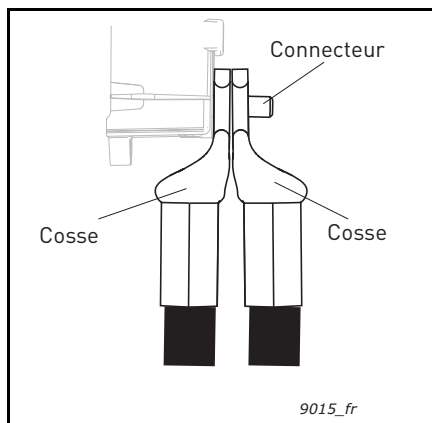

Figure 35. Placement de deux cosses l'une sur l'autre
- **REMARQUE** : Si vous raccordez plusieurs câbles à un même connecteur, observez la position des cosses les unes sur les autres. Voir Figure 35 ci-dessous.